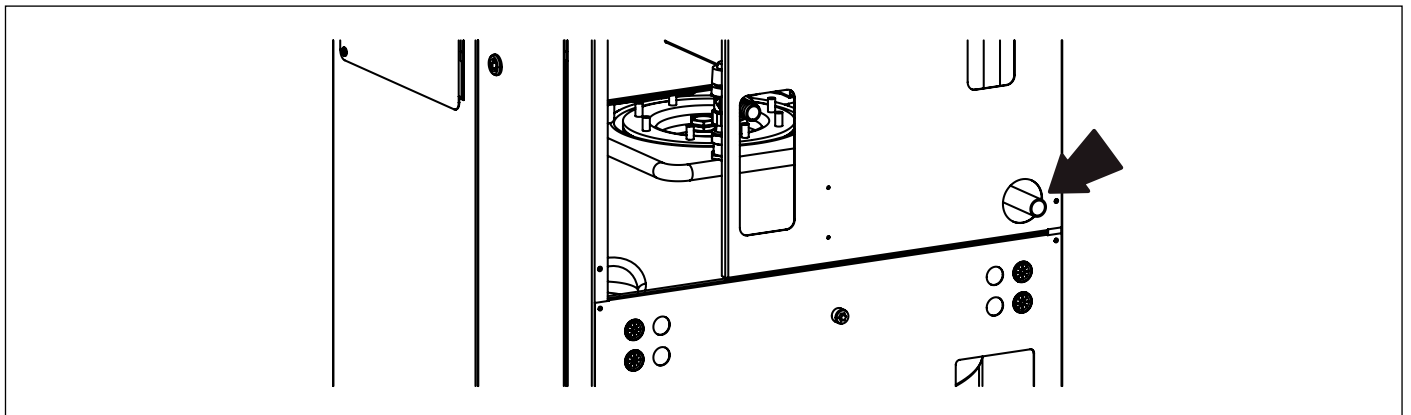

Fig. 24 Scarico condensa
E' **OBBLIGATORIO**, per collegare l'attacco gas della caldaia alla tubazione di alimentazione, interporre una guarnizione (A) a battuta di misure e materiali adeguati (vedi Fig. 24 Scarico condensa).